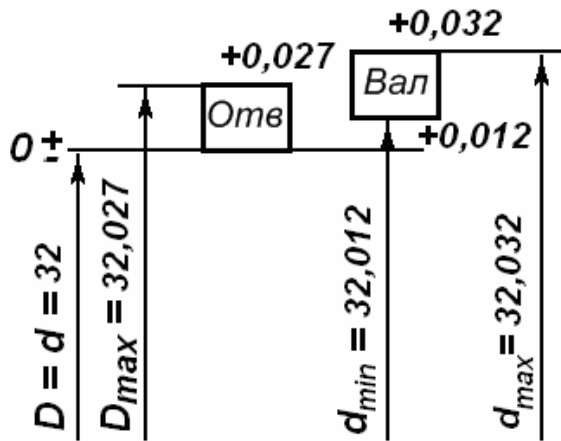

Рис. 1.9. Ескіз до запитання 58.
60. За наведеною схемою полів допусків отвору і вала (рис. 1.9) знайти, які будуть в з'єднанні зазори S_{max} і S_{min} або натяги N_{max} і N_{min} та допуск посадки $ТП$: